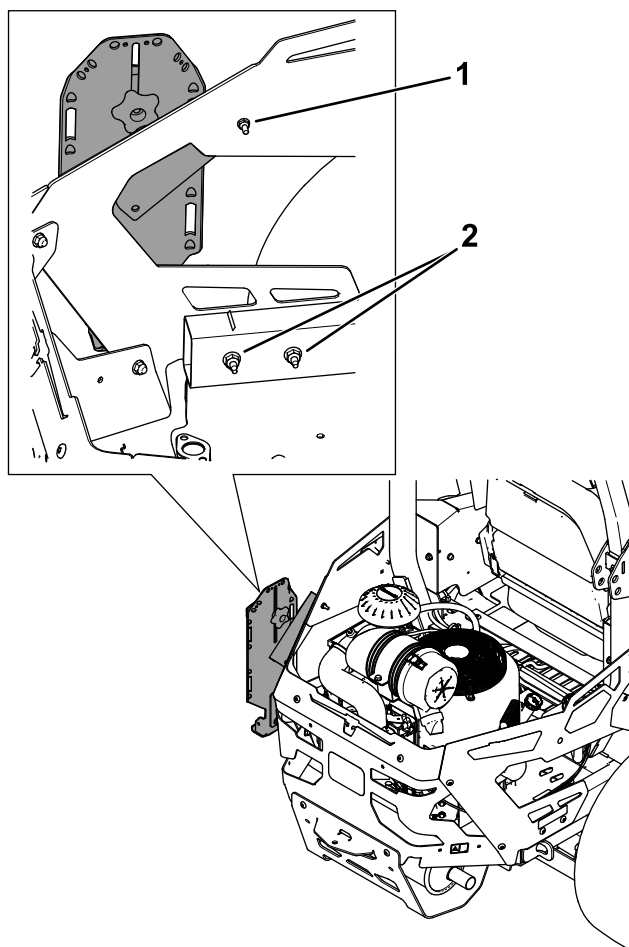
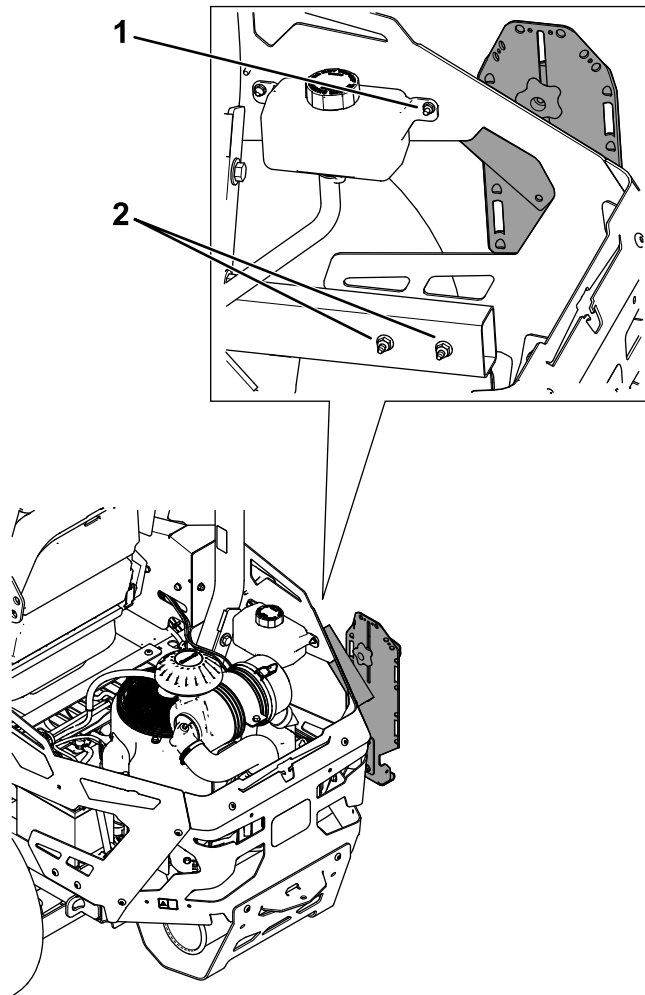

Bild 3
Bild 4
1. Befestigen Sie die Befestigung mit einer Schlossschraube ($\frac{1}{4}$ " x 1") und einer Mutter ($\frac{1}{4}$ ") an der hinteren Seitenschutzvorrichtung, wie in Bild 3 oder Bild 4 dargestellt.
2. Befestigen Sie das untere Ende der Haupthalterung mit zwei Schrauben ($\frac{5}{16}$ " x 3") und zwei Muttern ($\frac{5}{16}$ ") an der unteren hinteren Seitenschutzvorrichtung, wie in Bild 3 oder Bild 4 dargestellt.